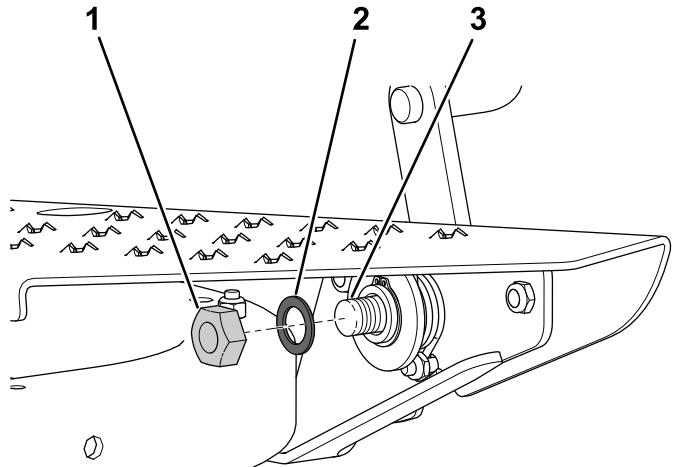

Figura 9
- 8. Sujete el pedal de bloqueo al reposapiés y al conjunto del cubo con una arandela plana ($\frac{5}{8}$ " x 1") y una contratuerca ($\frac{5}{8}$ "'); consulte la Figura 9.